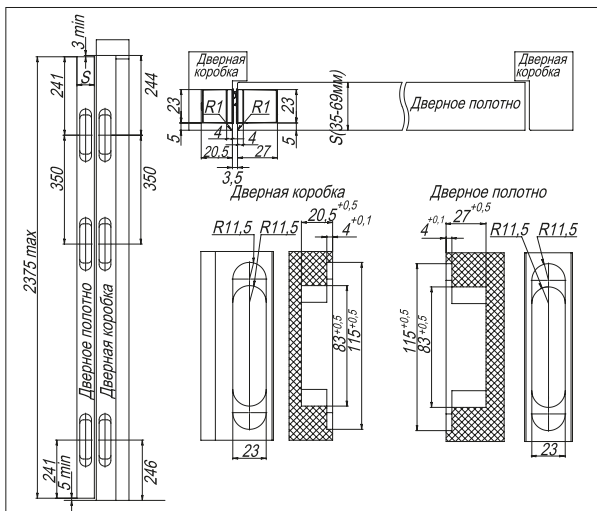

Рисунок 2 — Размеры пазов под петли.
1. Определить количество устанавливаемых петель исходя из массы дверного полотна, наличия доводчика и/или дверного упора. Отфрезеровать установочные пазы под петли в дверном полотне и в дверной коробке (см. рис. 2).